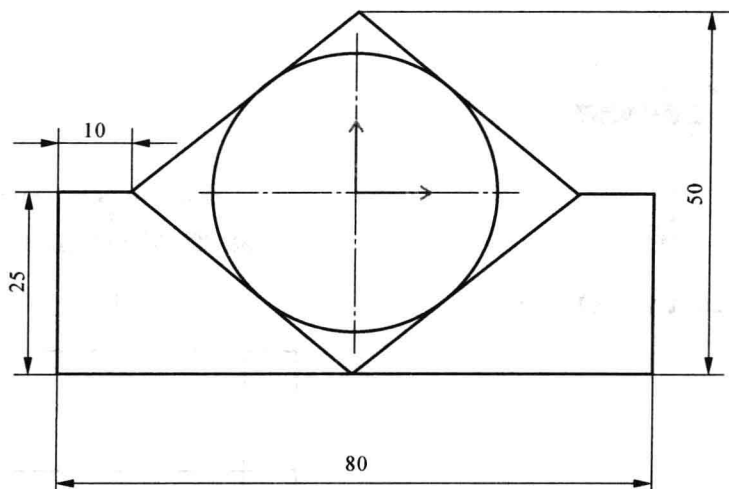

图 2-22 例题
3. 按 1:1 绘制图形, 如图 2-22 所示 (不标尺寸)。